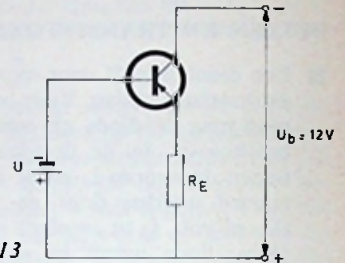

Fig. 13
- 4 De germaniumtransistor in de schakeling van fig. 13 bevindt zich in lucht met een temperatuur van 25 °C. De warmteweerstand R_{th} tussen de sperlaag en omgeving bedraagt 1,25 °C/mW.